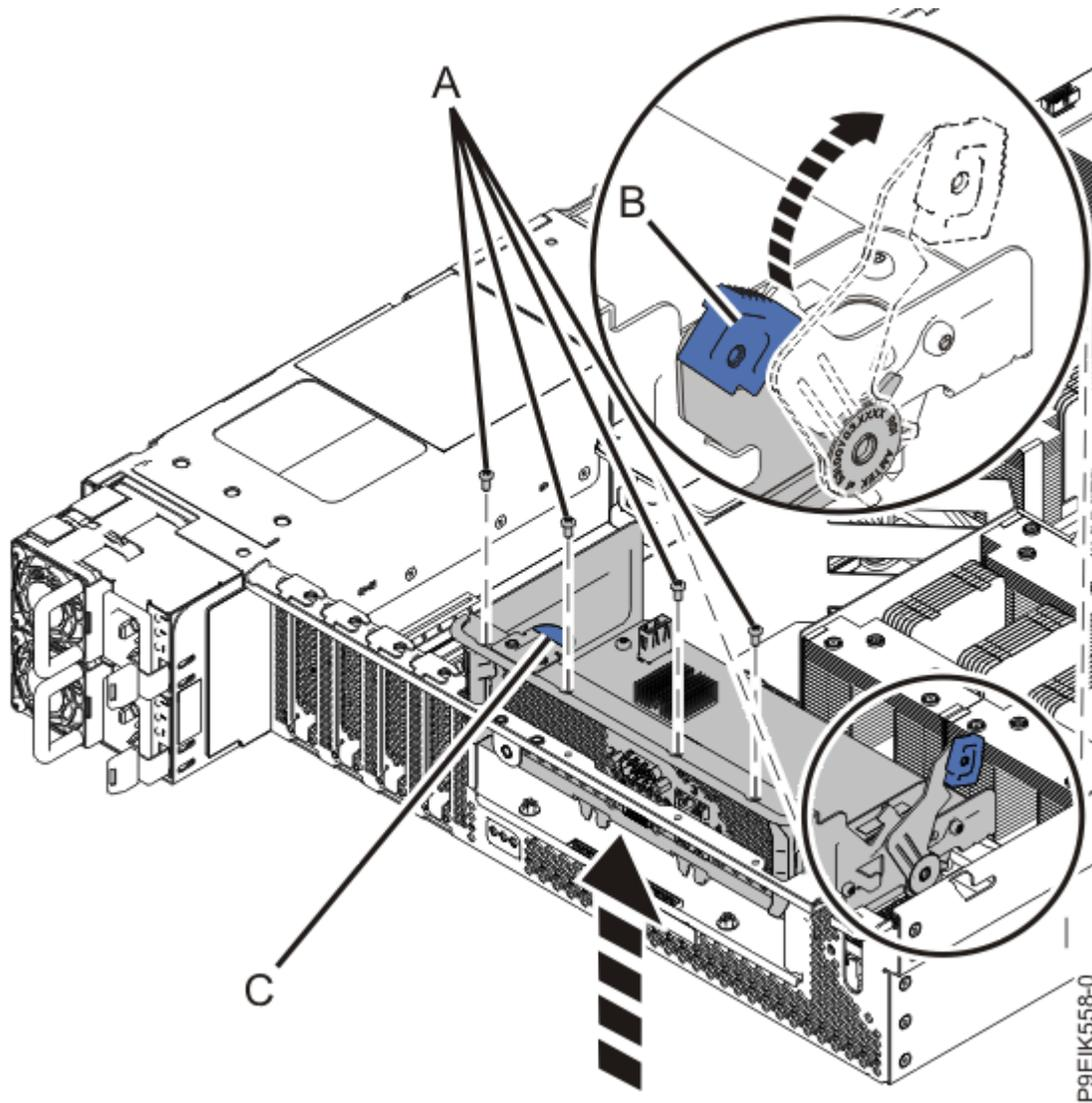

Figure 1. Retrait de la carte BMC
3. Pour retirer la carte BMC, suivez les instructions décrites dans la Figure 1, à la page 4.